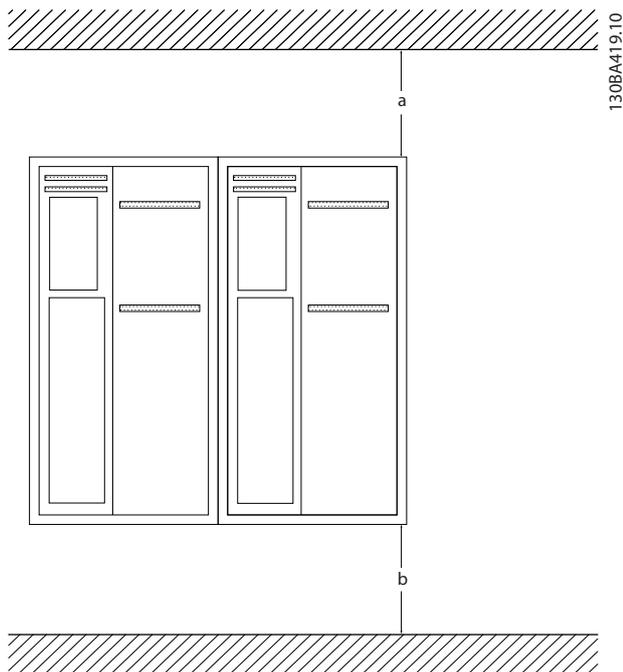

図 2.1 上部および下部の冷却用空きスペース
- 上部と下部に冷却用空きスペースを確保する必要があります。一般的に、100~225 mm (4~10 インチ) が必要です。空きスペースの要件については、図 2.1 を参照してください。